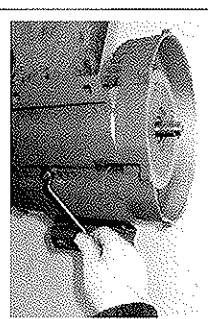

fig. 7
- 10 -Nur für Modelle CL50 HS - CL60 HS - CL80-Z HS: lösen und entfernen Sie die Schraube, die in der Mitte den Standfuß mit der Motorwicklung verbindet (Abb. 7).
- 10 -For CL50 HS - CL60 HS - CL80-Z HS only: unscrew and remove the screw fixing in the middle the supporting foot to the motor stator (fig. 7).